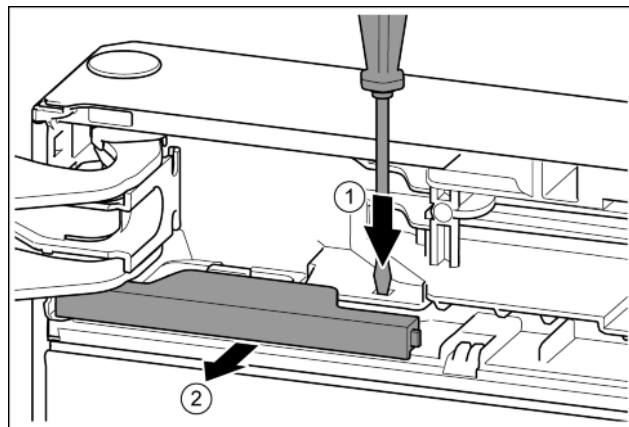

Fig. 13
- ▶ Нажать накладку шлицевой отверткой. Fig. 13 (1)
- ▶ Вынуть крышку из зацепления. Fig. 13 (2)